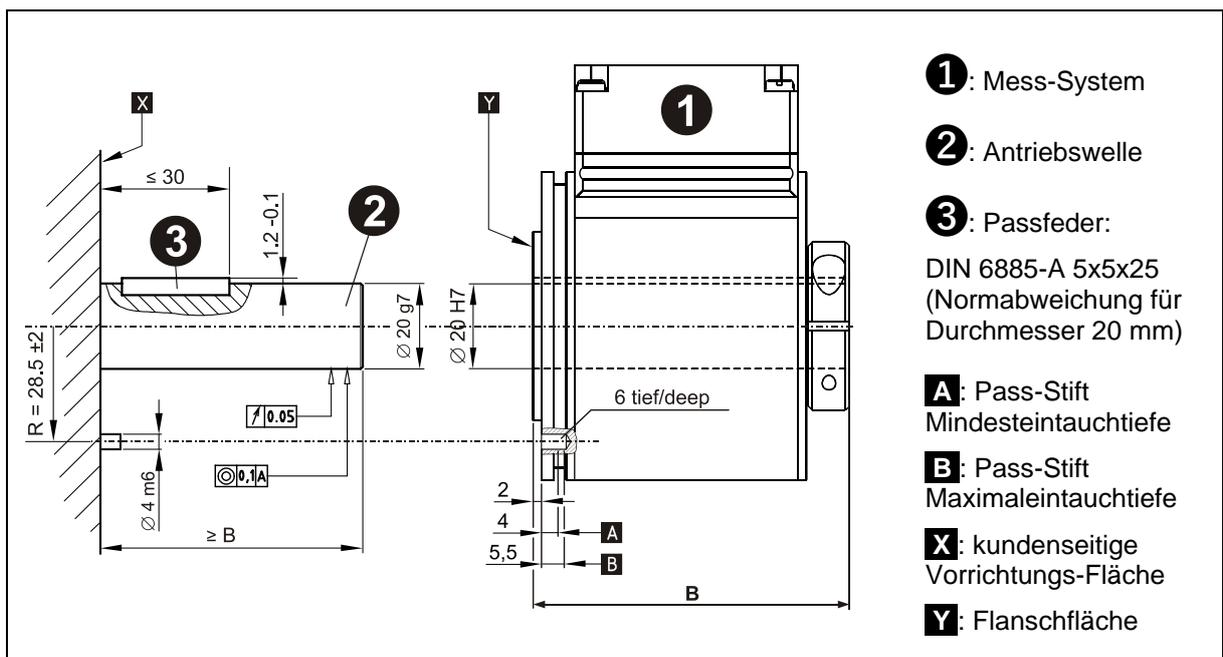

Abbildung 6: Anforderungen an die Wellenaufnahme
- Der Pass-Stift muss mindestens 4 mm in den Nuteinsatz hineinragen, maximal 5,5 mm. Der Abstand vom Mess-System-Flansch **Y** zur kundenseitige Vorrichtung-Fläche **X** sollte > 1,5 mm betragen, siehe Abbildung 6.